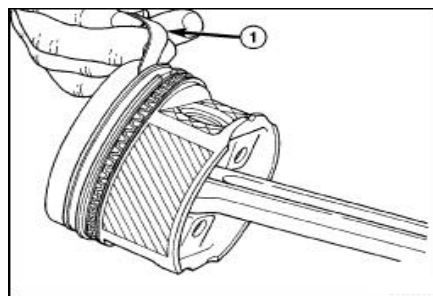

图. 87 活塞环侧间隙
(1) 检查活塞的侧间隙(图. 87) (查阅 - 发动机-说明)。